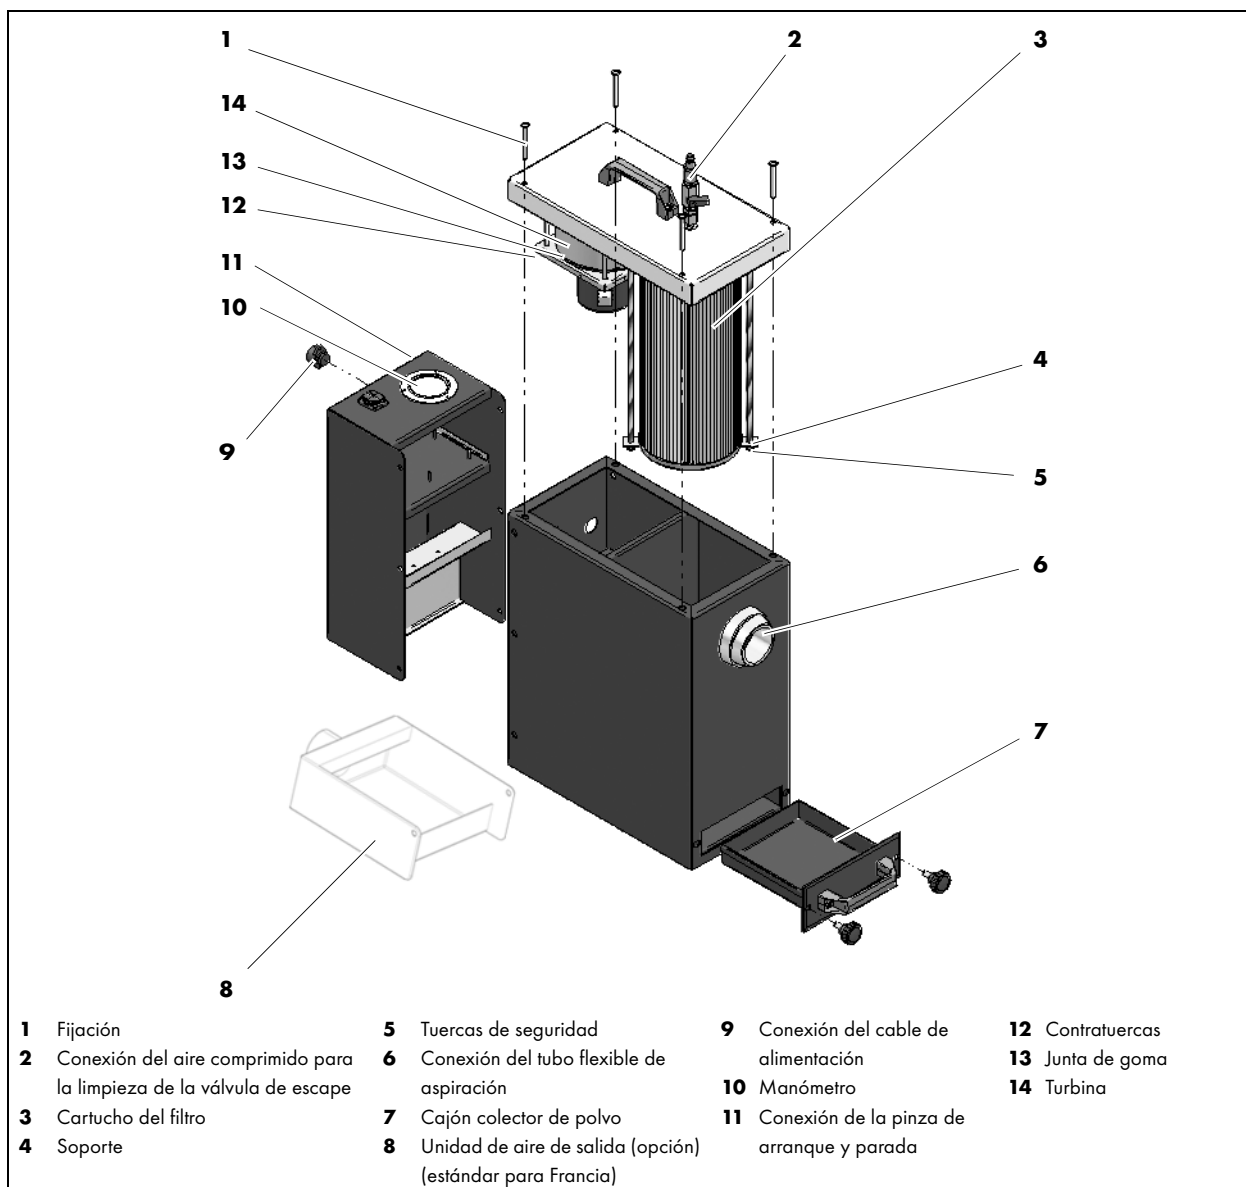

Fig. 2 Descripción del funcionamiento
Conecte el aire comprimido **(1)** de la instalación. Ajuste la válvula de escape a 5 bar y abra la palanca de la válvula **(2)** de la conexión del aire comprimido. El aire comprimido produce, dependiendo de la presión, un chorro de limpieza y una rotación de la tobera de limpieza en el cartucho del filtro fino. Moviendo el dispositivo de limpieza hacia arriba y abajo de forma manual se limpia el filtro. Vierta el polvo separado del cajón colector de polvo **(7)** (véase la Fig. 2 Descripción del funcionamiento en página ES-12) en la bolsa de polvo suministrada en la entrega.
Insertar otra vez el cajón colector de polvo vacío **(7)** (véase Fig. 2 Descripción del funcionamiento en página ES-12) en el aparato y cerrarlo.
⇒ Véase Fig. 2 Descripción del funcionamiento en página ES-12
- Modelo para Francia: Conectar un tubo de aire de salida adicional a la unidad de aire de salida. (Fig. 2 Descripción del funcionamiento en página ES-12)